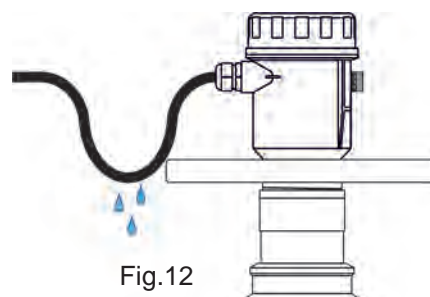

Fig.12
- posizionare il cavo in maniera tale da formare una curva verso il basso in uscita del pressacavo M20 (Fig.12); così facendo la condensa e/o l'acqua piovana tenderanno a sgocciolare dal fondo della curva